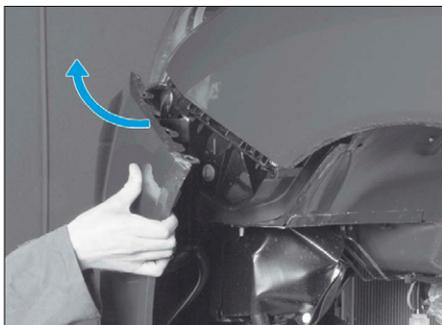

FIG. 90
- Dégraffer et écarter le bouclier des ailes (Fig.90).